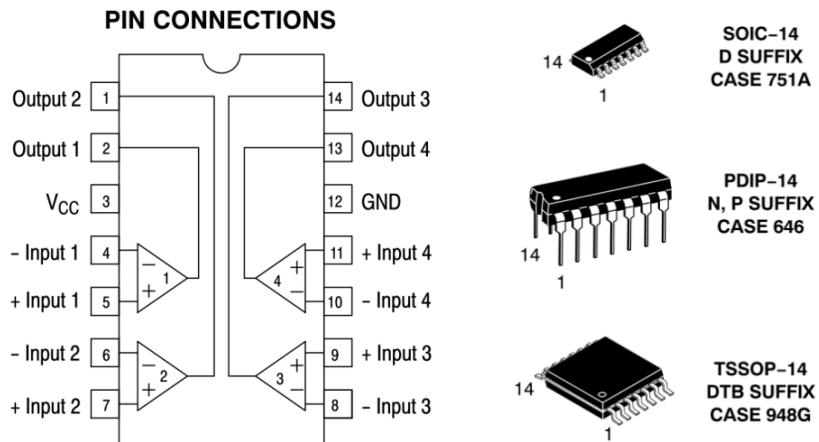

Figura 3.12 – CI LM339. (a) Conexões dos pinos. (b) Encapsulamentos disponíveis.
- \* Existe uma grande variedade de AmpOps. Alguns CIs contêm pelo menos duas unidades em um único *chip* (pastilha), o que reduz bastante o custo de produção – veja, por exemplo, a Figura 3.12, que mostra o AOP LM339 - *QUAD Operational Amplifiers*.